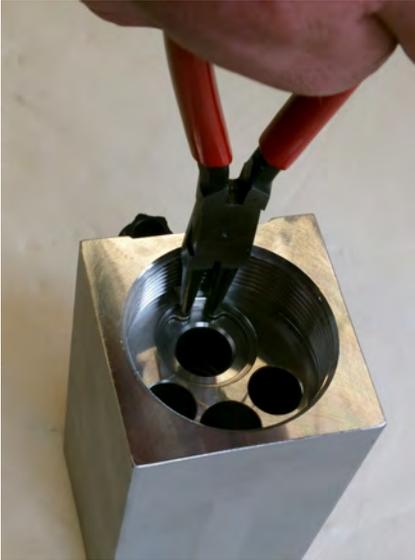

Abb. 43: Innensicherungsring in Sicherungsringnut einsetzen
4. ➤ Innensicherungsring mit Hilfe der Sicherungsringzange in die Sicherungsringnut einsetzen (Abb. 43) damit der Schwebekörper im Gerät gehalten wird